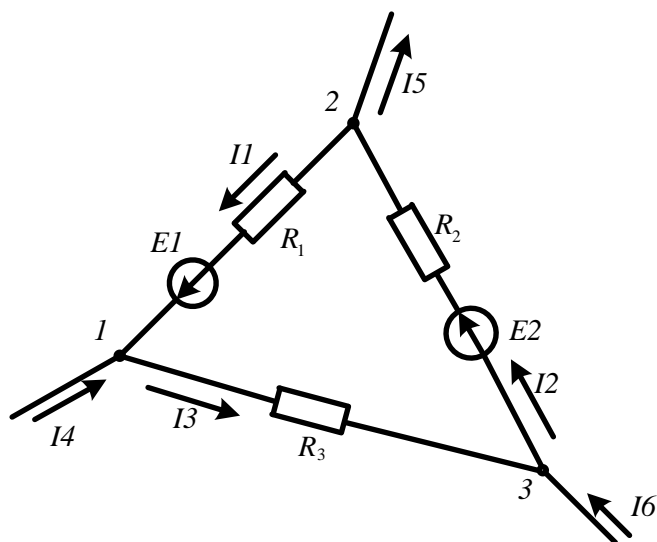

Рисунок 33
**Задача 27.** По Заданным потенциалам узлов, ЭДС источников и сопротивлений резисторов (рис.33) рассчитать токи ветвей и подводящих проводов.  $E_1 = 10 \text{ В}$ ;  $E_2 = 15 \text{ В}$ ;  $\varphi_1 = 15 \text{ В}$ ;  $\varphi_2 = -45 \text{ В}$ ;  $\varphi_3 = 68 \text{ В}$ ;  $R_1 = 10 \text{ Ом}$ ;  $R_2 = 20 \text{ Ом}$ ;  $R_3 = 12 \text{ Ом}$ .